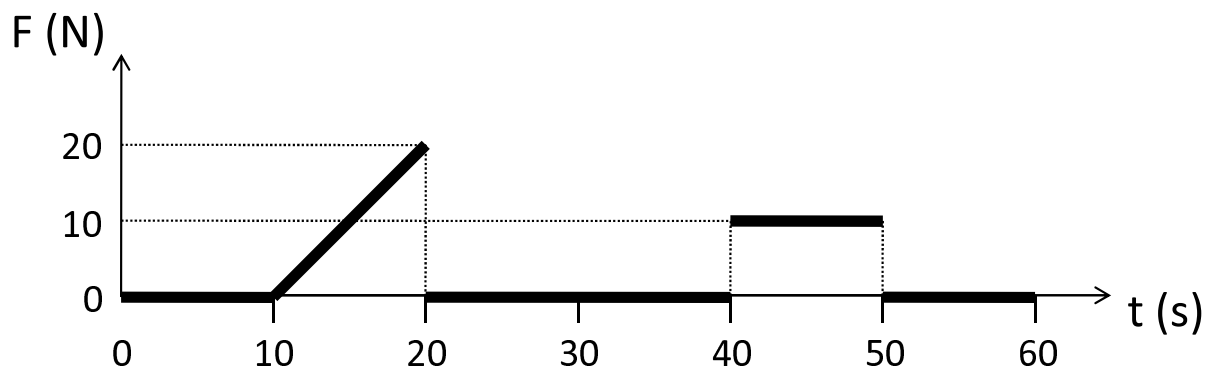

Figura 2: Fuerza externa F aplicada sobre el objeto en la dirección vertical.
- La fuerza externa F se aplica sobre el objeto en la dirección vertical, con sentido hacia arriba, y es periódica cada 60 s. En la Figura 2 se muestra cómo evoluciona la fuerza F a lo largo de un periodo.